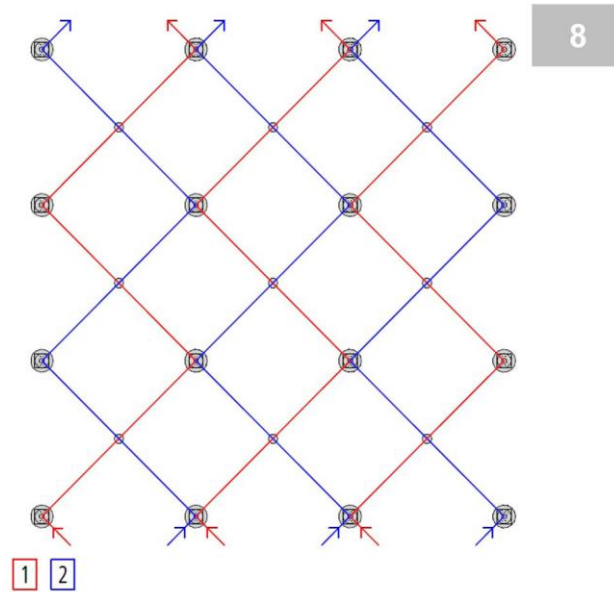

Abbildung 8: Verarbeitungsschritte StoFix Iso-Bar ECO
- Rautenförmige Seilführung, siehe Abbildung 8 bis 8 b